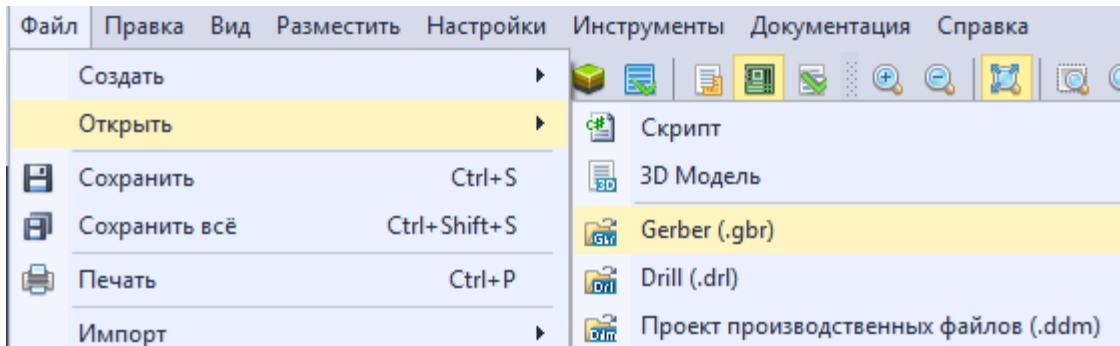

Рис. 96 Вызов Gerber-файлов
4. Выбрать пункт «Gerber (.gbr)» из подраздела «Открыть», см. Рис. 96.